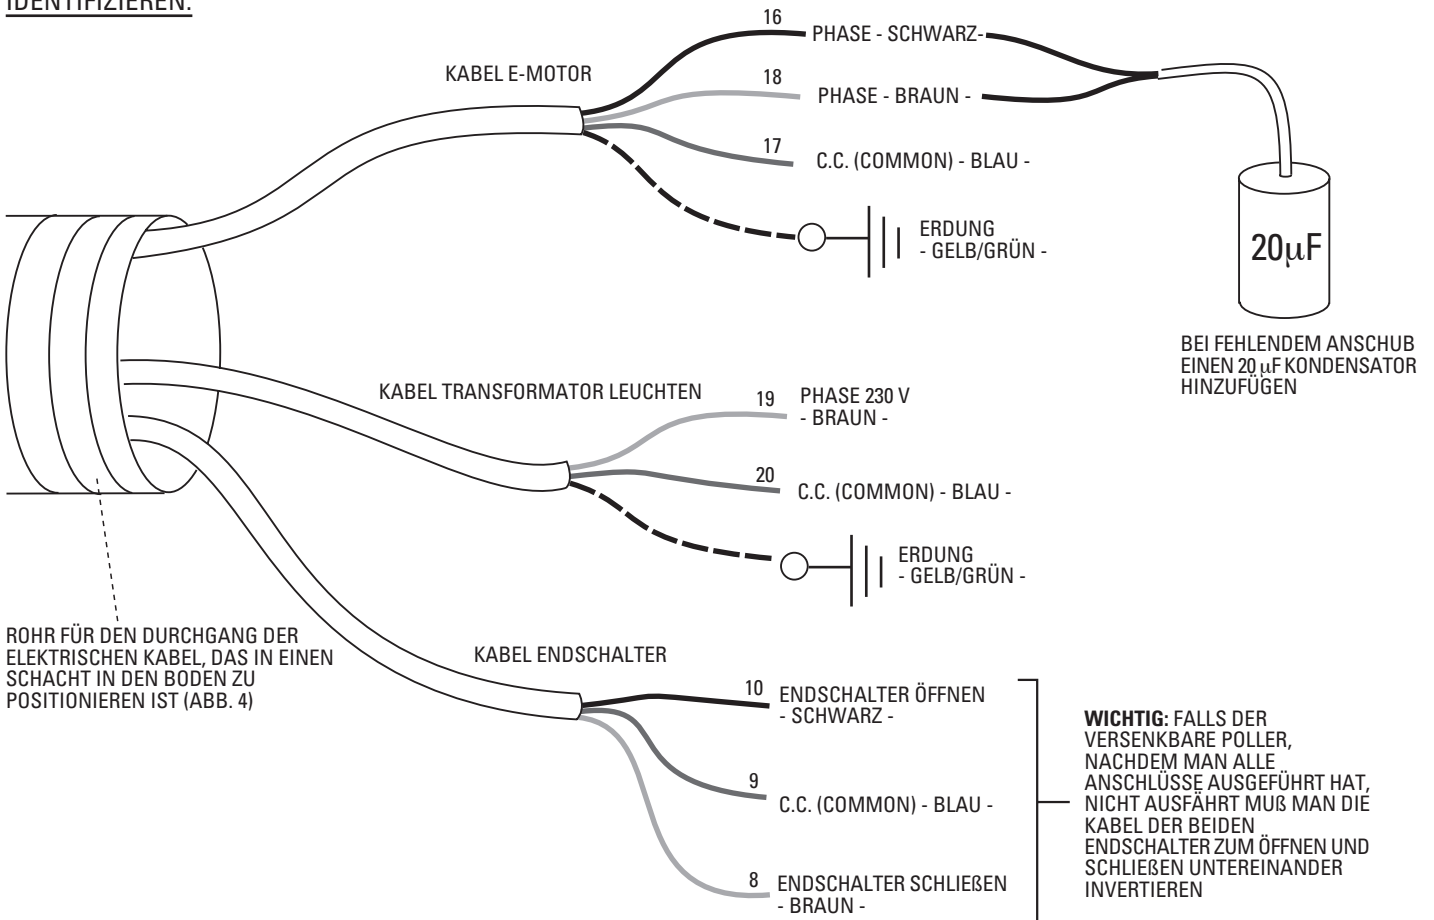

ABB. 6
- Als erste Operation verbindet man provisorisch die Stromversorgungs- und Endschalterkabel (die gekennzeichnet sind, siehe Abb. 6) um den versenkbaren Poller auszufahren.
Der schwere gepanzerte Strabuc 930 wird serienmäßig mit drei elektrischen Kabeln mit einer Länge von je 10 Metern geliefert: 230V 50 Hz elektrisches Versorgungskabel, elektrisches Endschalterkabel, elektrisches Kabel des Transformators für die Leuchten. Die Anschlüsse sind nur an die eigens dafür vorgesehene elektronische Steuerung entsprechend dem Schema Abb. 6 und Abb. 8 auszuführen